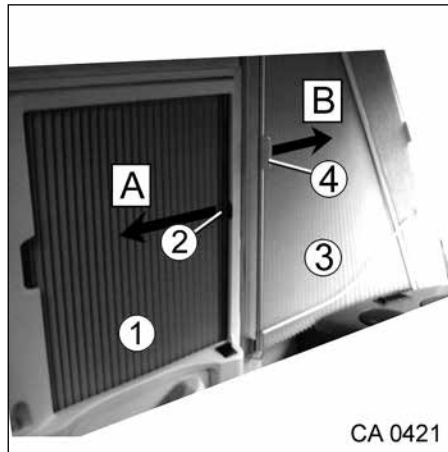

Fig. 69 Store occultant vitre latérale, porte de conducteur (modèle I)
- Ouvrir le store (Fig. 69, pos. 1) dans le sens de la flèche (←).
- Fermer le store (Fig. 69, pos. 1) dans le sens de la flèche (→) et le verrouiller au moyen d'un aimant (Fig. 69, pos. 2).
- Ouvrir le store (Fig. 69, pos. 3) dans le sens de la flèche (→).
- Fermer le store (Fig. 69, pos. 3) dans le sens de la flèche (←) et le verrouiller au moyen de la fermeture par serrage (Fig. 69, pos. 4).